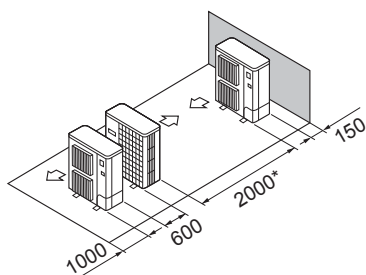

Fig. 2-13
- ⑤ Disposizione di unità singole parallele (Fig. 2-13)